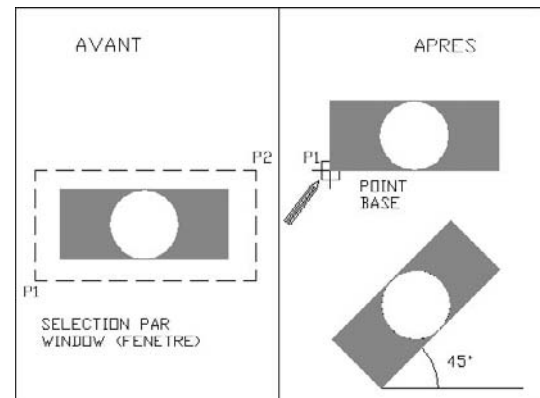

Fig.6.24
- 1 Exécuter la commande de rotation à l'aide d'une des méthodes suivantes (fig.6.24) :